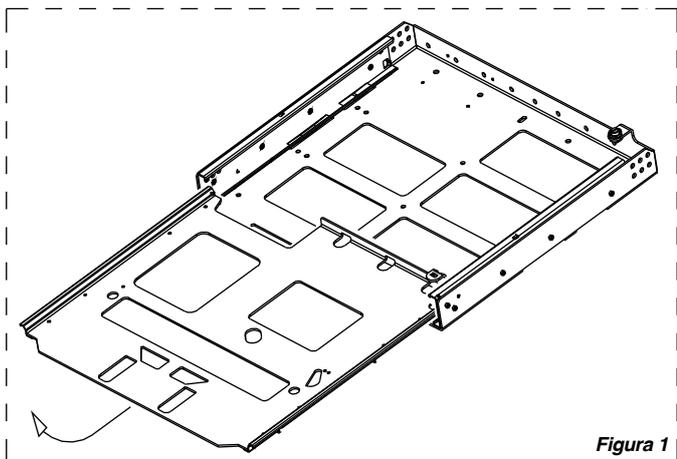

Figura 1
- In seguito togliere la base mobile dalla base fissa agendo come indicato nella Figura 1.